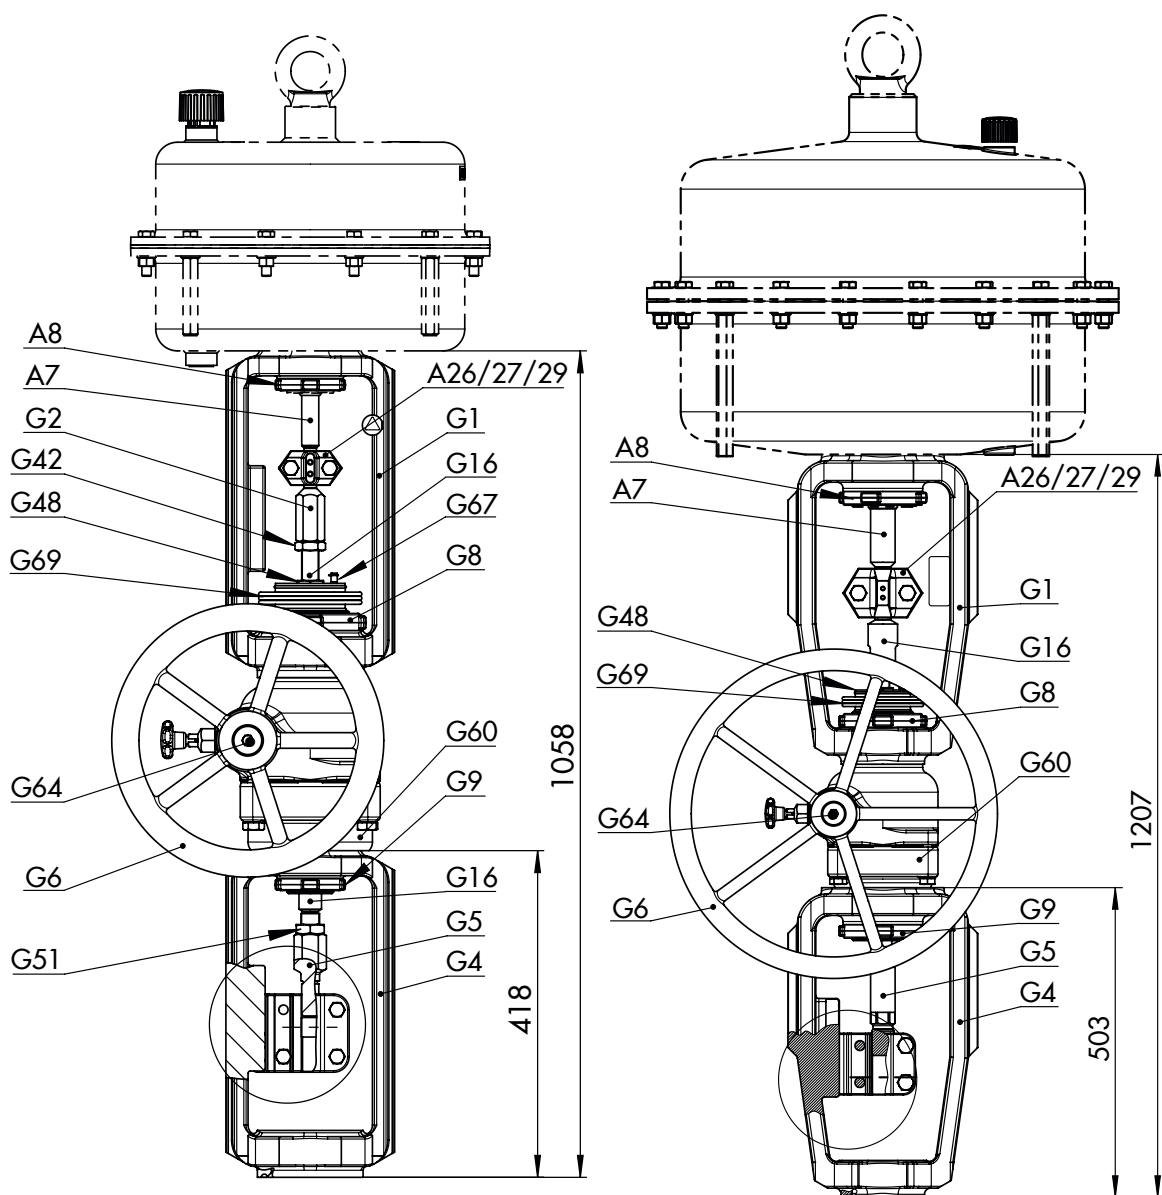
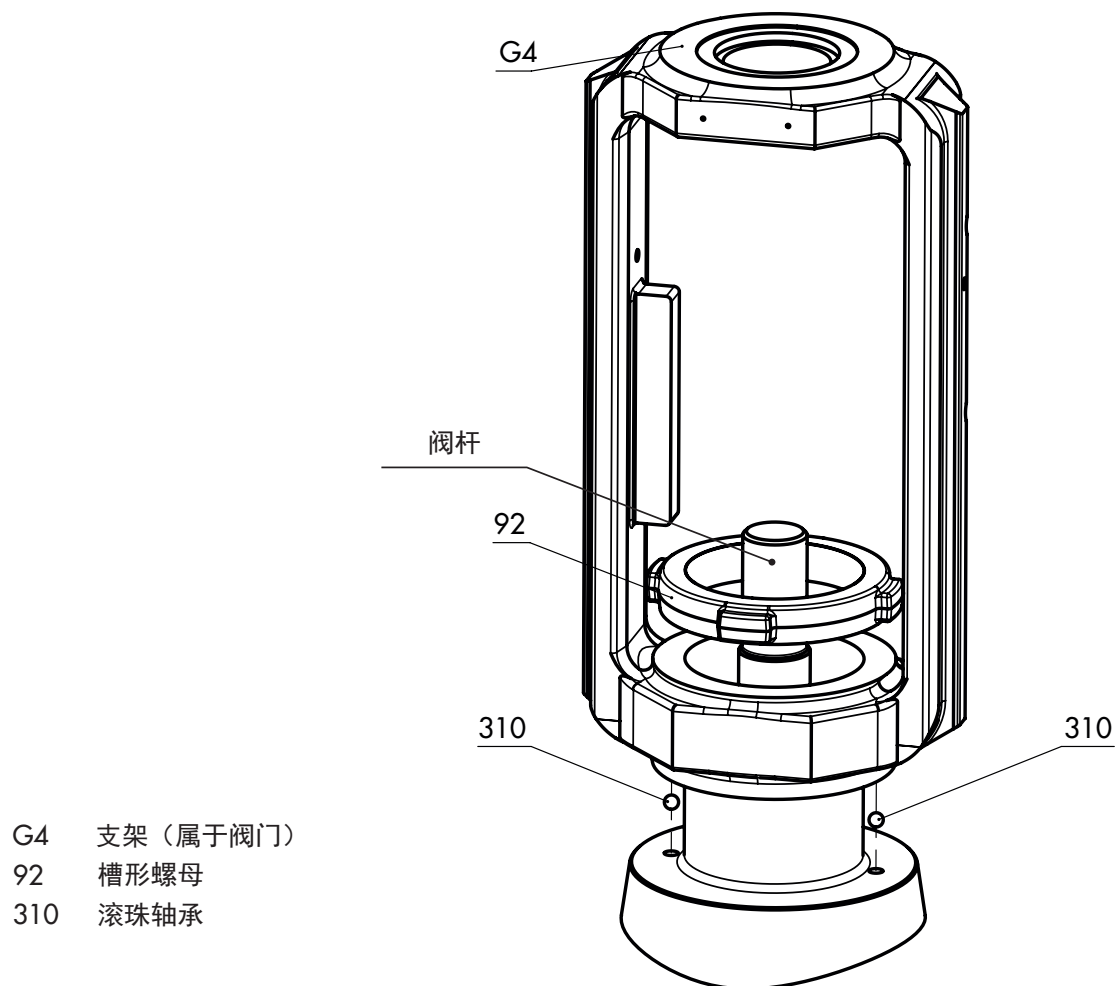
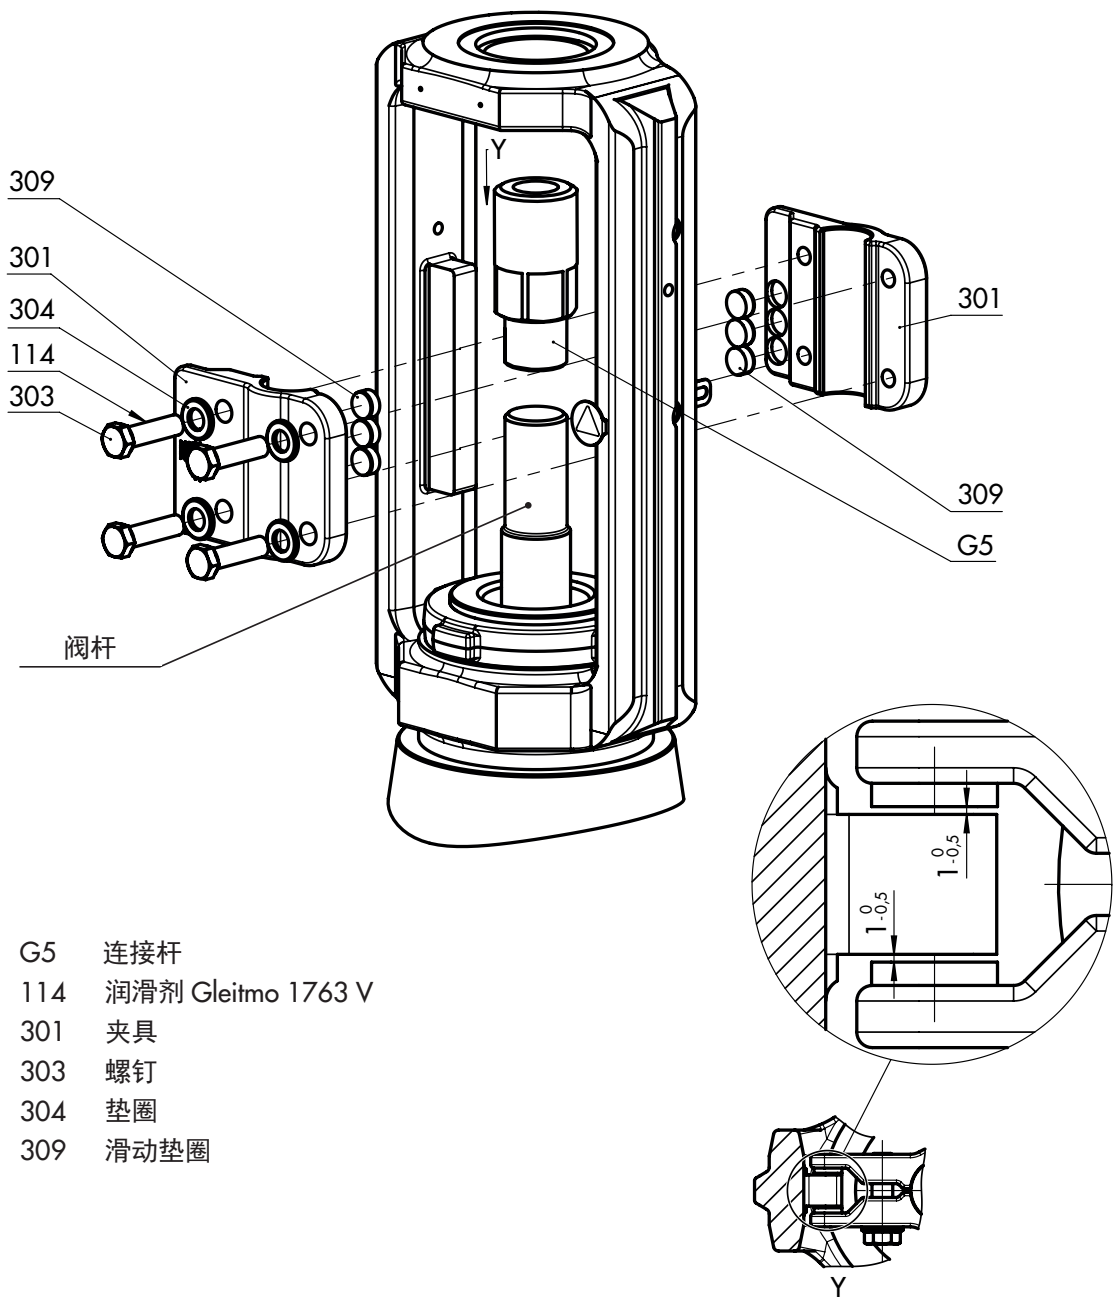
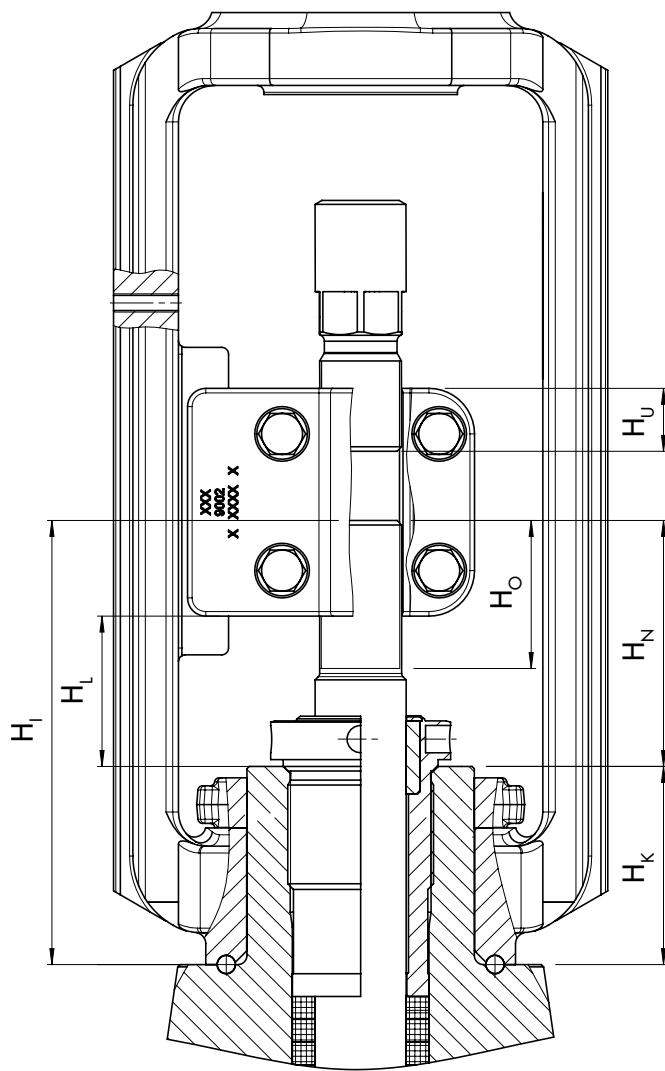

图 8：3273 型手轮，行程 60 mm，安装在 240 和 250 系列阀门上，带夹紧式防旋转夹具
图 9：标准类型带行程指示标尺的支架组件概览
图 10：标准类型夹持式防旋转夹具组件概览
图 11: 安装尺寸
见图 8、图 9、图 10 和图 11。
- 滑动垫圈与其每一侧支架的接触面之间的公称间距为 0.5 至 1 mm（见图 10 中的详细视图 Y）。
表 6: 安装尺寸 (尺寸图见图 11)